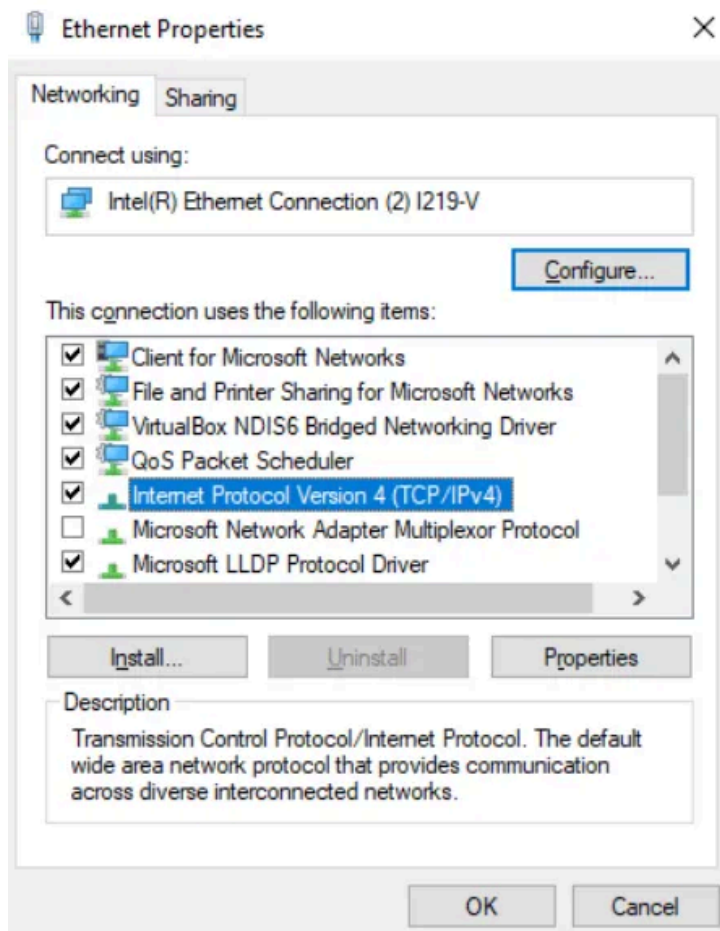

Рис. 1 – Вікно властивостей з'єднання у Windows
2. Клацніть правою кнопкою миші на значку з'єднання і виберіть Властивості. Відкривається вікно властивостей (Рис. 1).